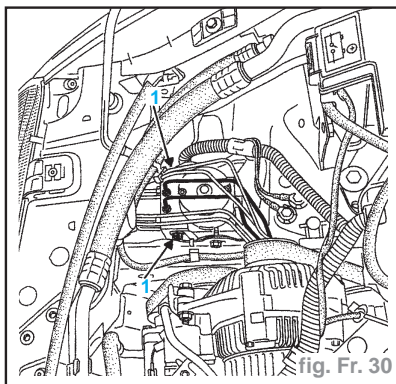

fig. Fr. 30
- Débrancher le véhicule et débrancher les deux tuyaux du groupe hydraulique (fig. Fr. 30).